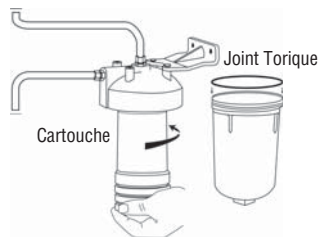

Figure 11
11. Installer la cartouche filtrante en la vissant sur la tête, environ 5 à 6 tours. Ne pas trop serrer. Lubrifier le joint torique à l'aide d'une mince couche de lubrifiant à base de silicone et remettre en place dans la rainure du boîtier. Revisser le boîtier sur la tête et bien resserrer à la main. L'utilisation d'une clé pour resserrer le boîtier peut l'endommager et causer des fuites. (Figure 11)